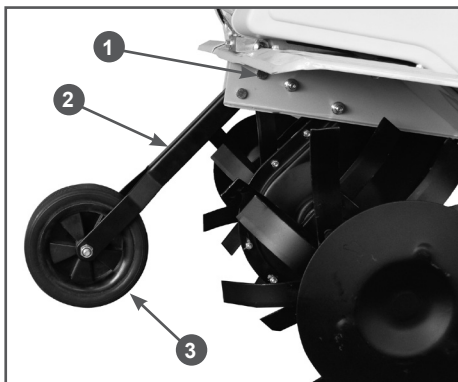

Рис. 9 Установка кронштейна с транспортировочным колесом
8. Установите кронштейн 2 с транспортировочным колесом 3 и закрепите его с помощью двух пальцев 1 и двух шплинтов (Рис. 9).